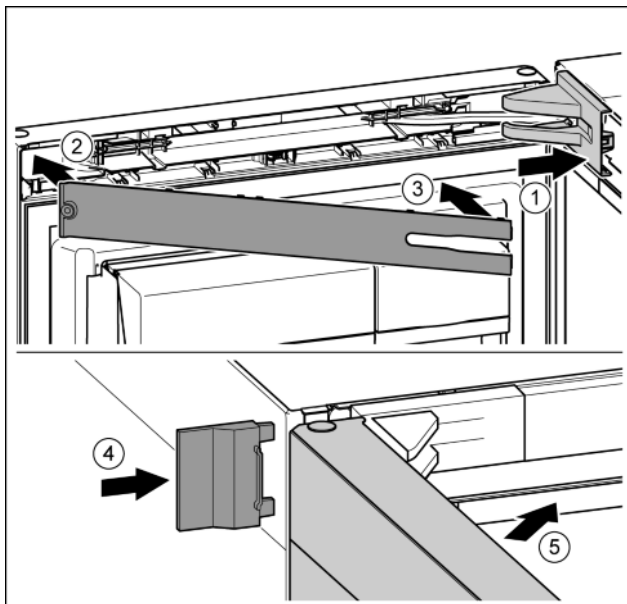

Fig. 49
- Uzlieciet un nofiksējiet gultna balsta pārsegu, ja nepieciešams, uzmanīgi atspiediet. Fig. 49 (1)
- Uzlieciet aizsegu. Fig. 49 (2)
- Pagrieziet aizsegu sākotnējā pozīcijā un nofiksējiet. Fig. 49 (3)
- Uzbīdīet ārējo pārsegu. Fig. 49 (4)
- Aizveriet augšējās durvis. Fig. 49 (5)